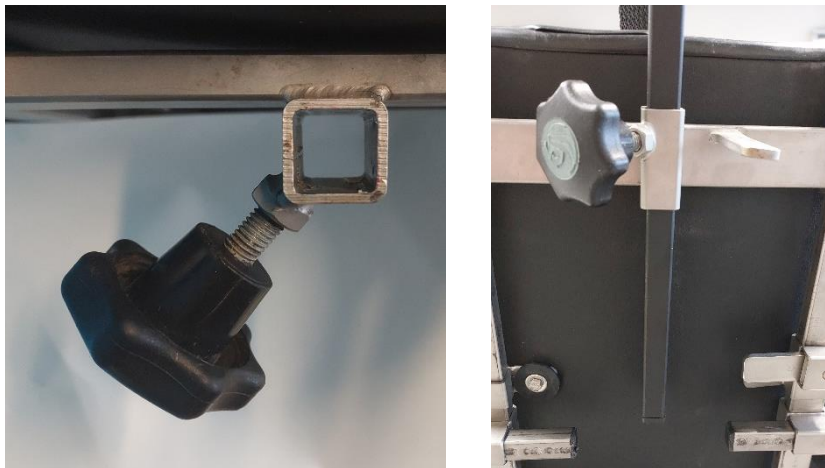

Figure 10. Support carré de 16 x 16 mm.
2. Insérez la barre verticale du CoMoveIT Smart dans le support situé à l'arrière du siège du fauteuil roulant et serrez la molette. Le CoMoveIT Smart s'adapte à tout type de support carré de 16 x 16 mm. Voir la figure 10.